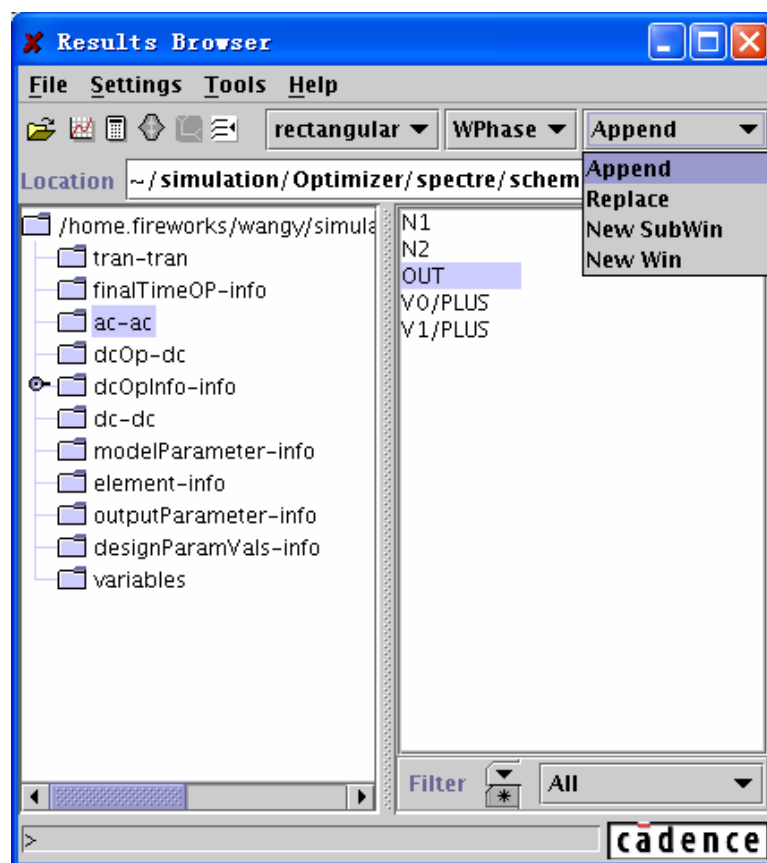

图 4.5 第三个下拉菜单
- 第三个下拉菜单如图 4.5 所示。该下拉菜单是选择创建显示窗口的方式，等同于“Setting”→“Plot Style”。
仿真结果通常包含以下内容，如图 4.5 中左栏所示。表 4.2 给出了结果名称和其具体内容。